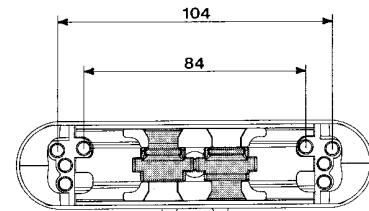
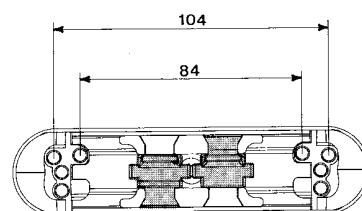

Fig. 1
Fig. 2
- Invertire gli scorrevoli (fig. 1) facendo in modo che risultino posizionati come in fig. 2
- Invert the sliders (fig. 1) so that they are positioned as shown in fig. 2
- Intervenir les coulants (fig. 1) et les positionner comme le montre la figure 2
- Invertir las guías de deslizamiento (fig. 1) de manera que pasen a encontrarse en la posición ilustrada por la figura 2